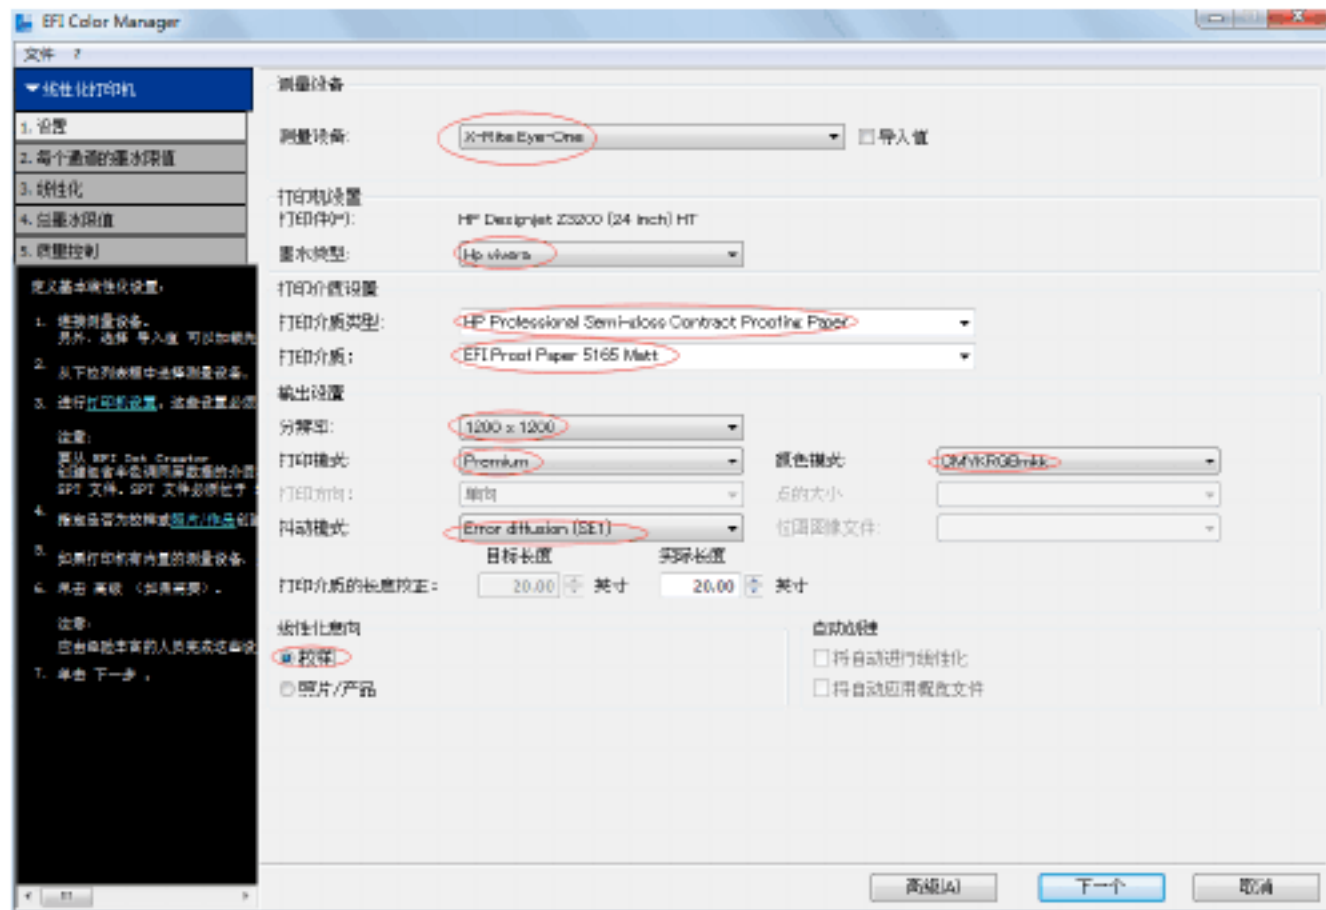

图 3
1. 确保 Eye-One 分光光度计连接在电脑上，选择测量设备。分别设置打印机的分辨率、颜色模式、墨水类别、打印模式、抖动模式，打印介质类型以及线性化意向。高级的按钮内为更多的深色墨中是否用浅色墨，用量多少。可以使用默认选项。左边有提示，可以按提示一步一步进行操作。（如图 3）